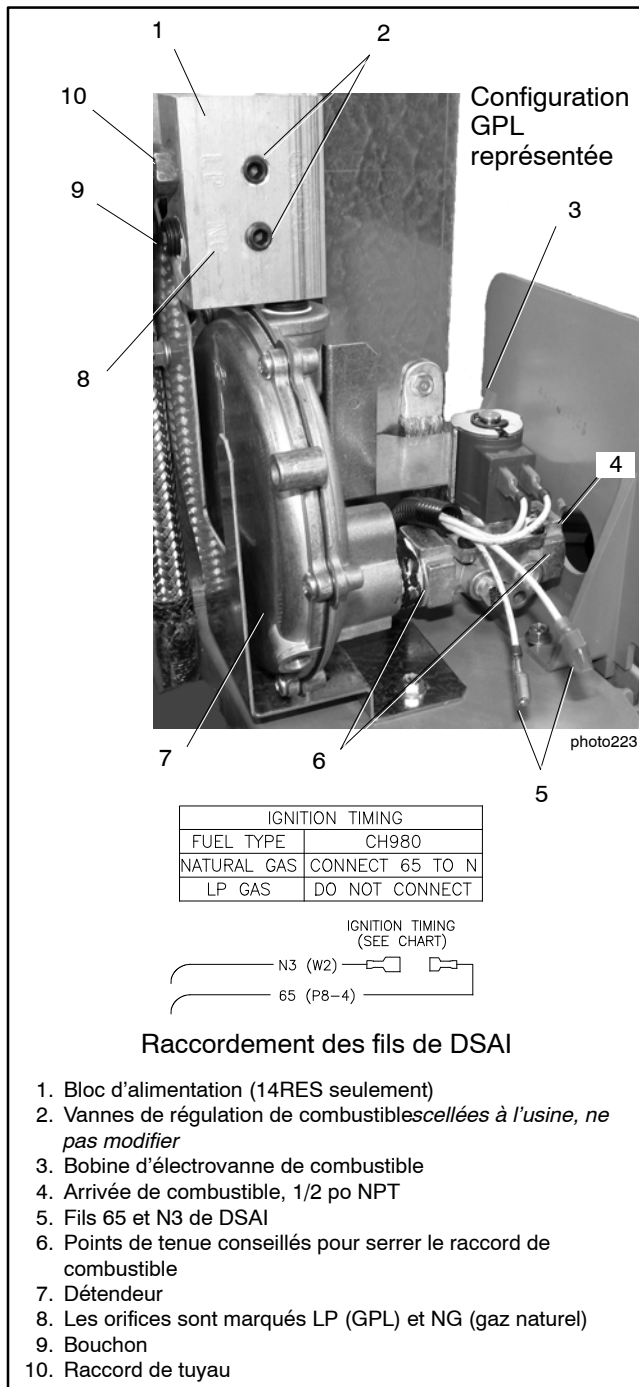

Figure 1-9 Circuit de combustible, 14RESA/RESAL équipé d'un bloc d'alimentation (fabriqué avant le 26 juin 2014)
Remarque : Les groupes électrogènes modèles 14RESA/RESAL fabriqués avant le 26 juin 2014 utilisent un bloc d'alimentation pour la sélection du type de combustible. Voir Figure 1-9 et suivre les instructions de cette section pour changer de combustible.
Suivre les instructions ci-dessous pour effectuer la conversion du gaz naturel (GN) au GPL. Voir l'emplacement des éléments du système de combustible à la Figure 1-9.
5. Déposer le collier de serrage et détacher le tuyau de combustible du raccord sur le bloc d'alimentation. Voir Figure 1-9.
6. Déposer le raccord de tuyau de l'orifice de gaz naturel dans le bloc d'alimentation. Voir Figure 1-9.
7. Déposer le bouchon de l'orifice de GPL dans le bloc de combustible. Voir Figure 1-9.
11. Pour le GPL, débrancher les fils 65 et N3 du module numérique d'avance à l'allumage (DSAI). Les fils de DSAI se trouvent près de l'électrovanne de combustible. Voir Figure 1-9.
Pour effectuer la conversion du GPL au gaz naturel, suivre la procédure de conversion ci-dessus, mais en déplaçant le raccord de tuyau sur l'orifice de gaz naturel et en bouchant l'orifice de GPL. Raccorder les fils de DSAI pour le gaz naturel. Voir Figure 1-9.
Remarque : Les groupes électrogènes modèles 14RESA/RESAL fabriqués avant le 26 juin 2014 utilisent un bloc d'alimentation pour la sélection du type de combustible. Voir Figure 1-9 et suivre les instructions de la Section 1.8.1 pour changer de combustible.